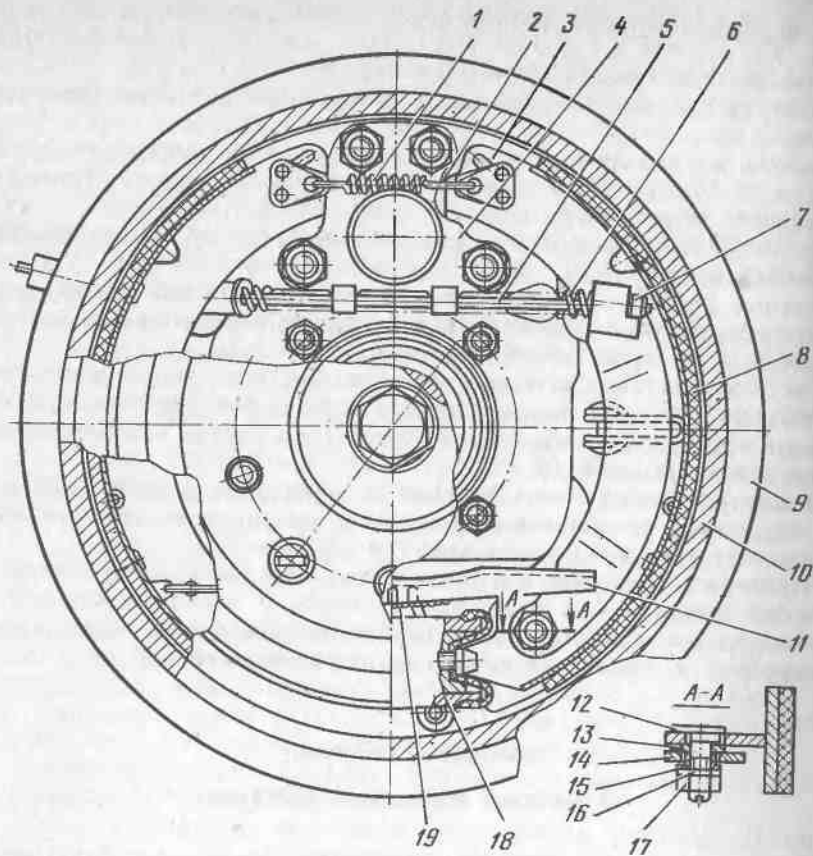
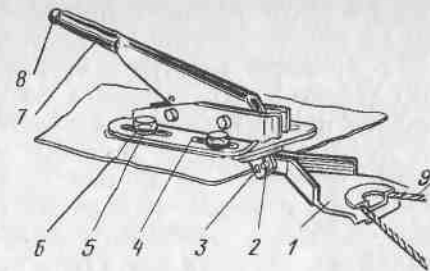

Рис. 165. Тормоз задних колес:
Рис. 171. Ручной привод тормоза: 1—кронштейн-уравнитель; 2—палец; 3—отверстие; 4—кронштейн; 5—болт; 6—шайба; 7—рычаг; 8—кнопка; 9—трос
**Тормозные механизмы колес** (рис. 165) смонтированы на стальных штампованных щитах, которые крепятся к редуктору. Каждая пара колодок 3 приводится в действие одним рабочим цилиндром 18 с внутренним диаметром 25 мм. Колодки стянуты снизу и сверху
Тормозные механизмы задних колес отличаются от механизмов передних колес только наличием смонтированной части ручного механического привода тормоза. Эта часть состоит из троса, пружины 6 (см. рис. 165), распорной планки 11 и разжимного рычага 14, установленного на эксцентриковом регулировочном винте 12.
Стояночная тормозная система состоит из ручного рычага, кронштейна-уравнителя троса, троса и помещенных внутри задних тормозных механизмов разжимных рычагов и распорных планок. Когда поднимают рычаг 7 (рис. 171), происходит натяжение троса 9 привода стояночного тормоза. При этом разжимной рычаг 14 (см. рис. 165), поворачиваясь, упирается в распорную планку 11, раздвигает колодки и прижимает их к тормозному барабану. При опускании рычага разжимной рычаг под действием пружины 6 возвращается в исходное положение, освобождая распорную планку и колодки.
Для регулировки натяжения троса необходимо отпустить 4 болта 5 (см. рис. 171) крепления кронштейна и сдвинуть кронштейн вперед до натяжения троса и затянуть болты 5; проверяют ход рычага до полного затормаживания задних колес — количество щелчков храповика должно быть не более семи. При использовании всей длины овальных отверстий в кронштейне 4 необходимо: ослабить болты 5 и сдвинуть кронштейн 4 назад до упора;
снять заднее колесо и тормозной барабан, отпустить гайку 17 (см. рис. 165) на 2...3 оборота;